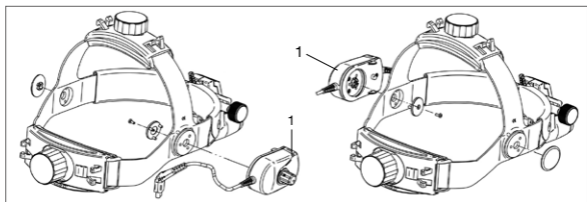

Fig. 6 Feste hodebåndreostaten
Hodebåndreostaten (1) kan monteres på venstre eller høyre side av hodebåndet (se fig. 6). Hodebåndreostaten (1) kan deretter brukes til trinnløs justering av lysstyrken.
For oppsett av HEINE® ML4 LED med HEINE® mPack eller HEINE® EN50, koble den korte ledningen fra lysstyrkeregulatoren med tilkoblingsledningen mPack UNPLUGGED/ Cinch og fest denne til den bakre delen av hodebåndet (fig. 8). Koble instrumentet til Cinch-kontakten på mPack eller EN 50. Reostaten (1) (fig. 6) brukes til å justere lysstyrken og til å slå enheten av og på.